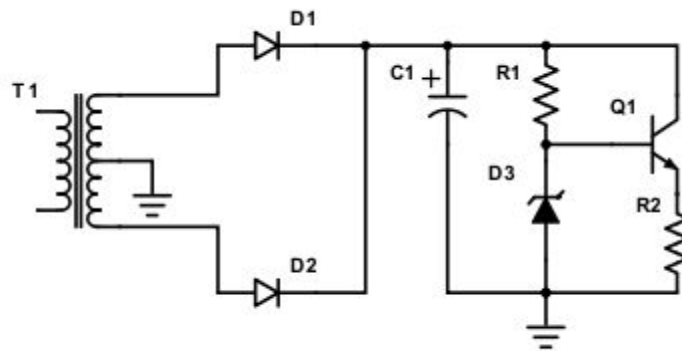

Figura 5: Circuito retificador de onda completa regulado por diodo Zener e transistor.
4.6. Monte o circuito abaixo acrescentando o transistor Q1=2N2222 conforme mostrado na figura 5. Não se esqueçam de retornar o resistor de carga original.